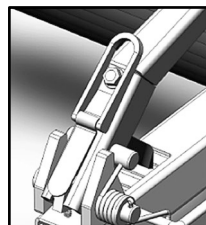

fig. 4
4. Soulevez le levier (E) (fig. 4). Pompez la pédale pour rentrer le bras gauche (C) jusqu'à ce que le pneu se soulève du sol. Appliquez le frein des roulettes.
7. Abaissez le pneu en descendant le levier (E) et en enfonçant la pédale et contrôlez ensuite la descente du pneu en levant doucement le pied de la pédale. Reprenez cette opération de pompage jusqu'à ce que le pneu touche le sol.